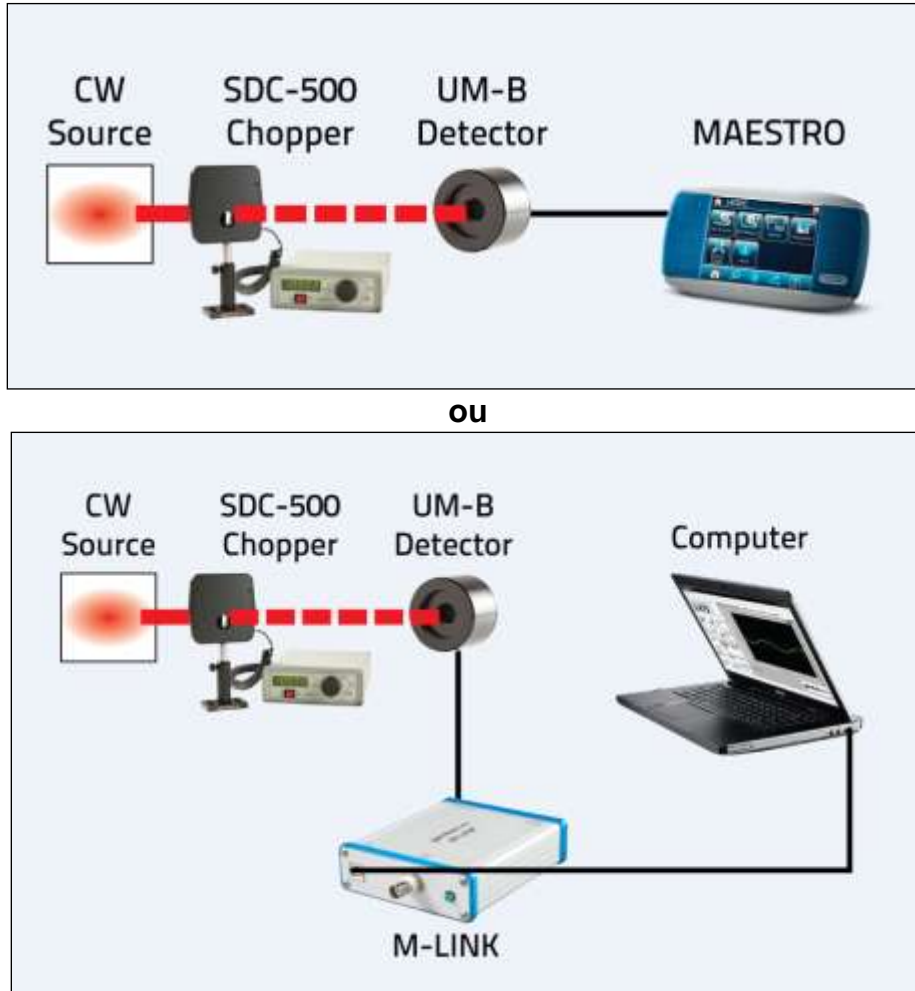

Fig. 2-1 Wattmètre UM-B avec moniteur
- 2- Connectez le wattmètre à un moniteur de puissance laser Gentec-EO compatible (voir la figure 2-1).